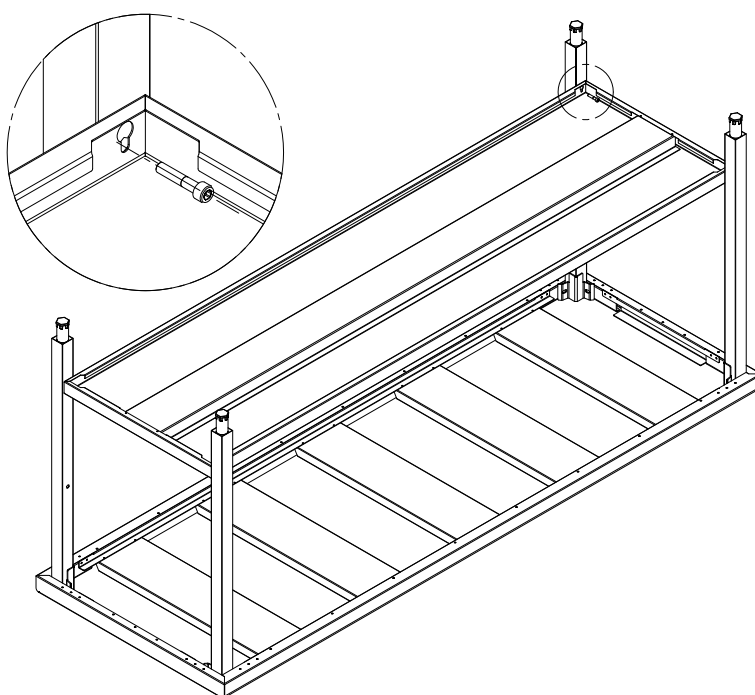

FIGURA 4
2. Situar el bastidor según la Figura 4, encajando el estante con los tornillos.